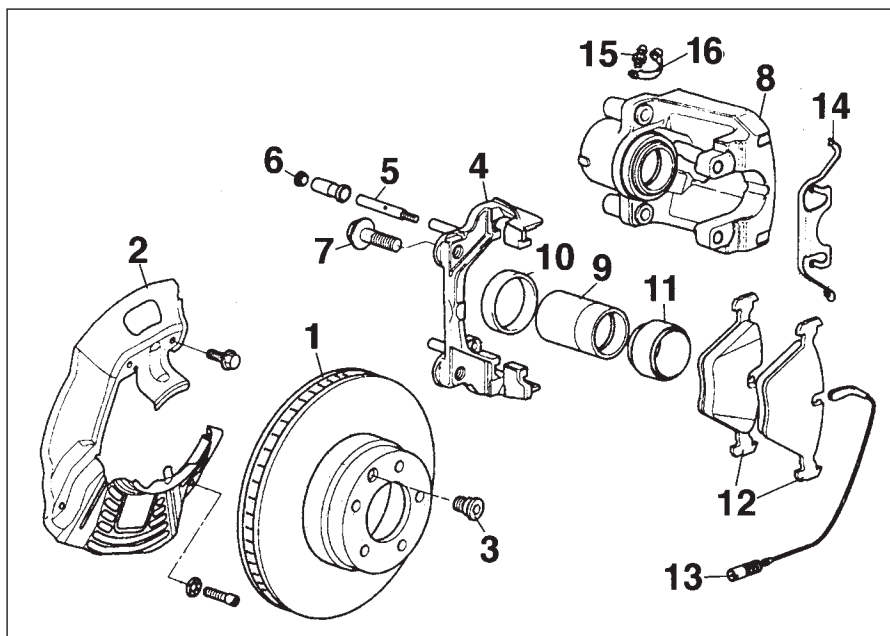

Рис. 15.4. Механизм передних колес:
Для замены тормозных колодок на передних колесах следует снять фиксирующую пружину (14, см. рис. 15.4) в направлении наружу. Извлечь пластмассовые пробки (6) направляющих пальцев (5). Вынуть тормозной шланг